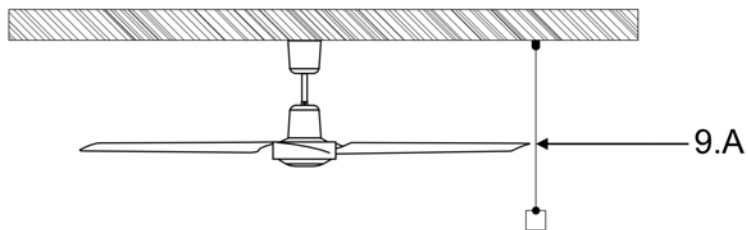

Fig. 9
- a. Faire passer à l'extrémité d'une des pales un fil à plomb depuis le plafond (**Fig. 9**). Marquer la position de la pale.